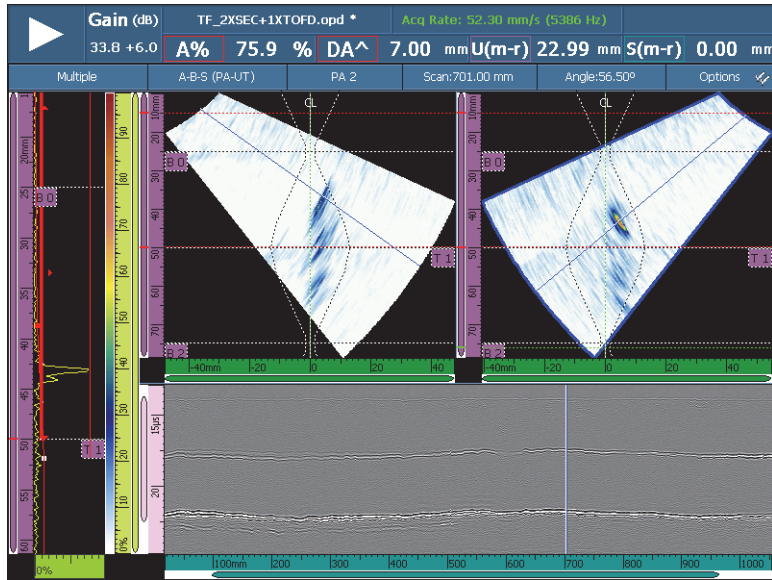

Рис. 6-2 Пример экранной схемы PA-UT Weld (A-B-S)
- (1) При необходимости, введите соответствующие номера элементов в параметры **Генератор** и **Приемник.**
- (2) Нажмите **Далее.**
8. Выберите соответствующую экранную схему в разделе **Схемы строки заголовка** (см. Рис. 6-2 на стр. 175).